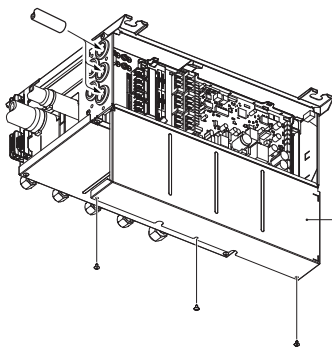

Fig. 8-5
8.1. Vid användande av ledningskanaler (Fig. 8-5,6,7)